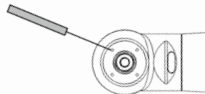

Fig. 7
1. Cuidadosamente limpie los puertos con el cable de limpieza suministrado con la pieza de mano (Fig. 7).